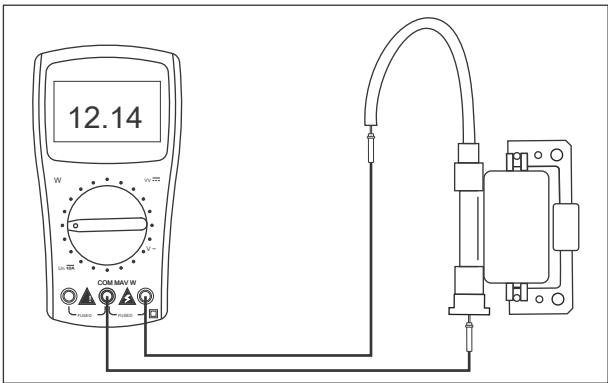

Fig. 5.13
- Retire la tapa de la tarjeta supresor de HT. Conectar el probador de bolsillo '+ ve' conducir al cable de HT y '-ve' conducir a cualquier terminal de la I acoplador de encendido coi y medir la resistencia. (Fig. 5.13)